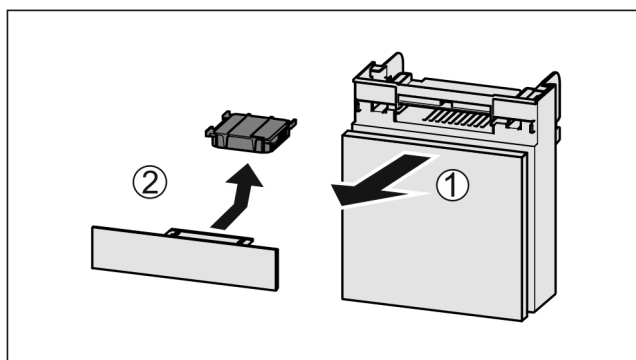

Fig. 128
- ▶ Vytiahnite zásuvku smerom dopredu Fig. 128 (1).
- ▶ Vyberte aktívny uhlíkový filter Fig. 128 (2).